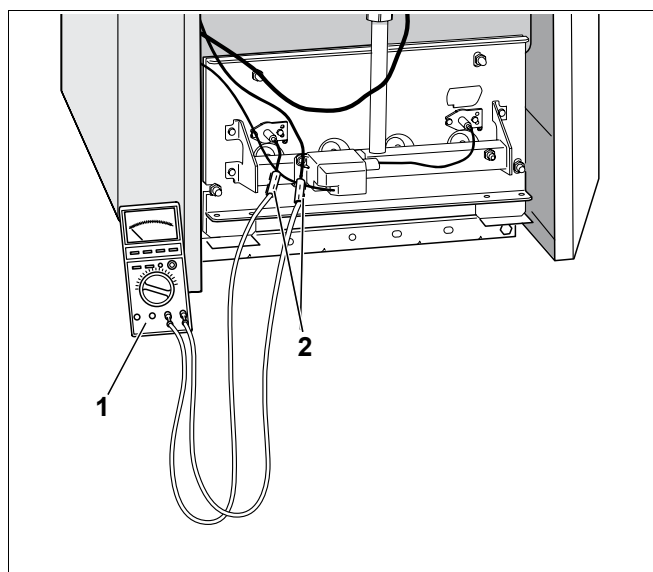

Рис. 33 Измерение тока ионизации
- Измерительный прибор (рис. 33, поз. 1) последовательно соединить с контактами снятого штекерного соединения контрольного кабеля (рис. 33, поз. 2).
- Выбрать на измерительном приборе (рис. 33, поз. 1) диапазон постоянного тока в мА.
- Восстановить штекерное соединение контрольного кабеля (рис. 33, стр. 50, **поз. 2**).